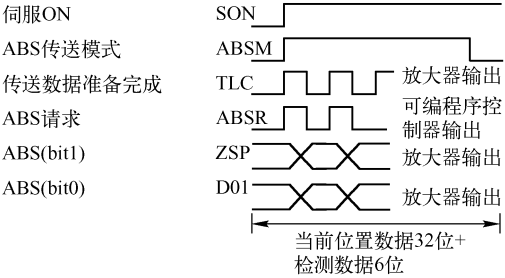

图 4-70 伺服放大器数据通信示例
如图 4-70 所示，FNC 155 (D) ABS 指令驱动且伺服 ON 输出后，驱动 ABS 传送。在传送数据准备完成信号和 ABS 请求信号相互确认的同时，进行 32 + 6 bit 数据的通信。数据通过 ABS bit 0，bit 1 回路执行数据传送。